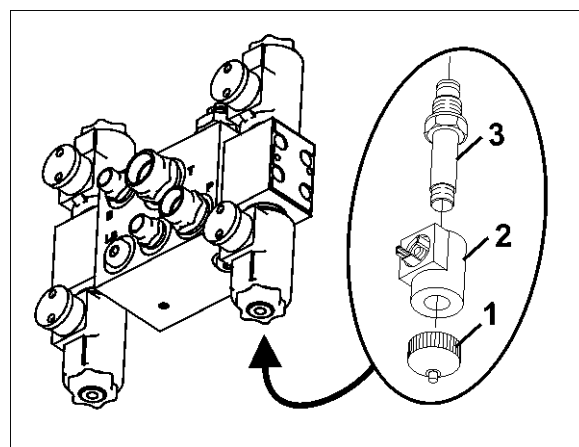

Fig. 130
1. Skru av magnetkappen (1)
2. Fjern magnetspolen (2)
3. Skru ut ventilstangen (Fig. 130/3) med ventiletene og rengjør med trykkluft eller hydraulikkolje.